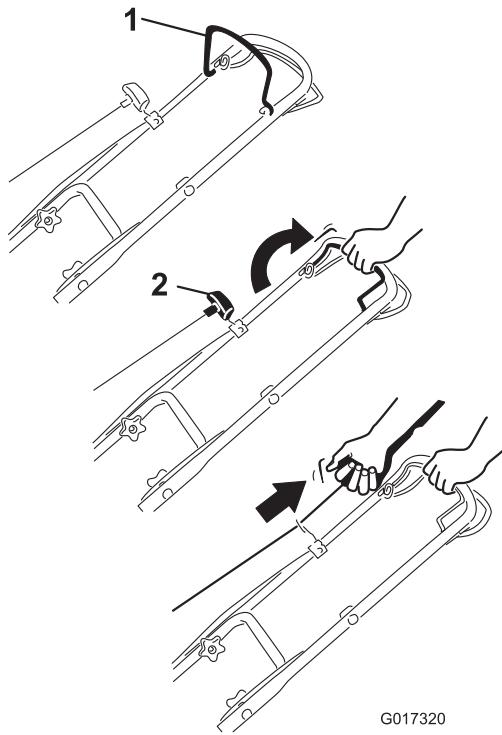

Figure 13
- Maintenez la barre de commande de la lame contre le guidon (Figure 13).
2. Tirez lentement la poignée du lanceur jusqu'à ce que vous sentiez une résistance, puis tirez vigoureusement. Laissez le lanceur se rétracter lentement jusqu'à la poignée (Figure 13).